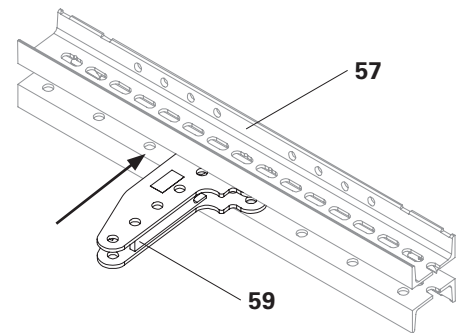

Fig. C2.01c
2. Spingere il connettore angolare SRU VARIOKIT (59) al centro con il lato corto nel corrente universale SRU U120, L = 0,97 m (57). (Fig. C2.01c)